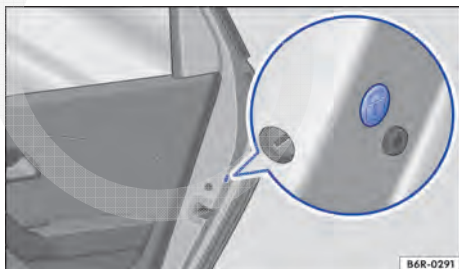

Fig. 158 Na porta traseira: travamento de emergência, coberto por uma vedação de borracha.
- Remover a vedação de borracha na lateral da porta. A vedação está identificada por um cadeado  → Fig. 158.